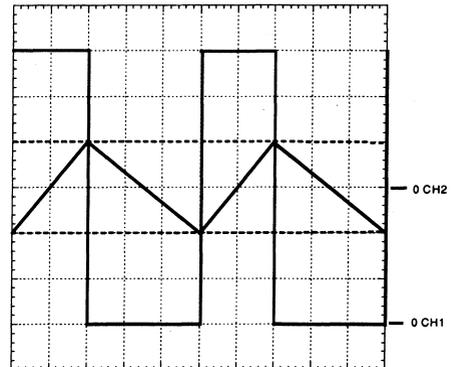

Figure 4
L'oscillogramme de la figure 4 fournit un relevé de tensions effectué alors que la source E_0 fournit une puissance $P = 3$ kW.
2.2.4.4. Déduire de l'oscillogramme de la figure 4 et des conditions de réalisation de l'essai correspondant (il ne s'agit pas de l'essai initial pour lequel $E = 100 \text{ V}$ mais de celui présenté à la question 2.2.4.) :